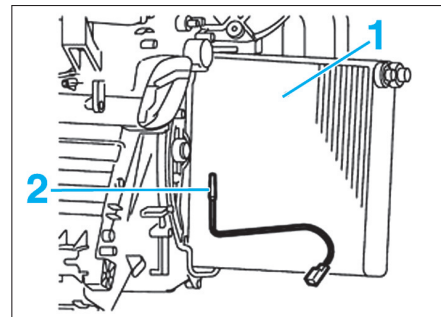

Fig. 12
- Faire coulisser l'évaporateur (1) et le capteur (2) (Fig.12).